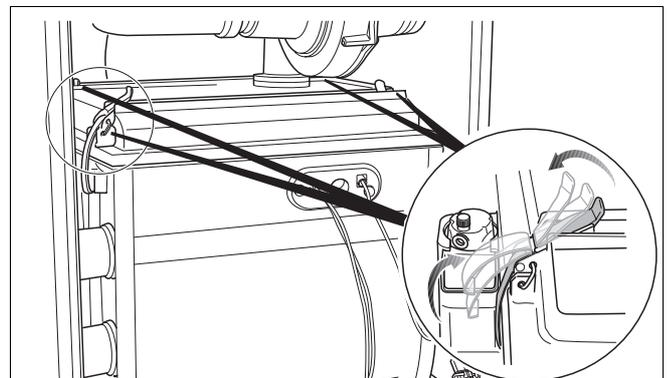

Fig. 113 Aprire le chiusure a scatto
- Aprire le 4 chiusure a scatto sul coperchio del bruciatore (fig. 113).